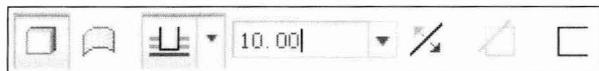

图1-16 设置面板
**02:** 在设置面板中, 选择深度类型为  (从草绘平面以指定的深度值拉伸), 在“深度”下拉列表框中输入拉伸深度值“10.00”, 如图1-16所示, 然后按Enter键。